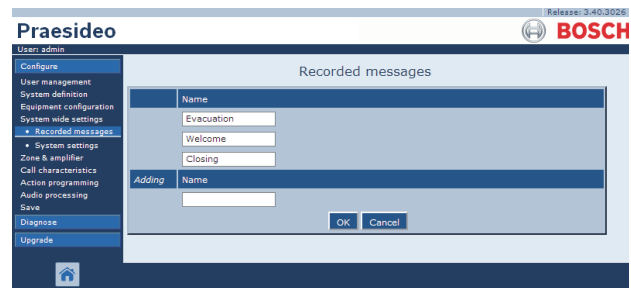

abbildung 45.3: Anmelden von Durchsagen, Schritt 2
- 2 Klicken Sie auf die Schaltfläche *Add*, um eine aufgezeichnete Durchsage hinzuzufügen. Im Mainframe der webbasierten Benutzeroberfläche erscheint ein Bildschirm, der dem in abbildung 45.3 ähnelt.